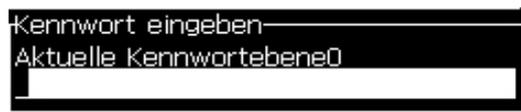

Abbildung 4-3: Ebene 0 Kennwort
- 2 Drücken Sie die Tasten *Alt + w*. Wählen Sie die Option *Enter Password* (*Kennwort eingeben*) (siehe Abbildung 4-2) und drücken Sie die Taste *Enter*. Der Bildschirm *Enter Password* (*Kennwort eingeben*) erscheint (siehe Abbildung 4-3).